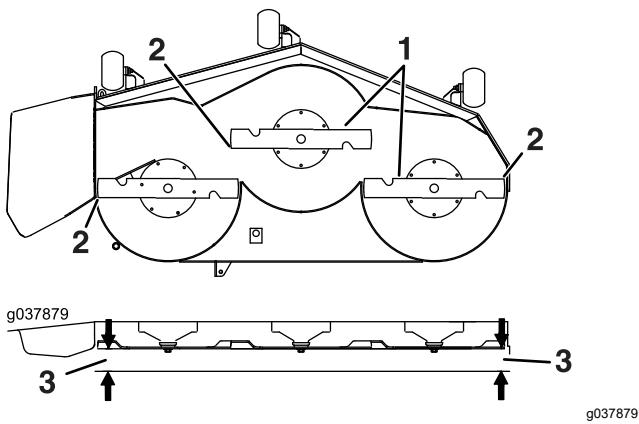

Figure 90
- Mesurez la distance entre la pointe des lames et le sol plat (Figure 90). Si les deux mesures diffèrent de plus de 5 mm (3/16 po), ajustez l'horizontalité des lames; poursuivez cette procédure.
14. Tournez prudemment les lames pour qu'elles soient parallèles dans le sens transversal (Figure 90).